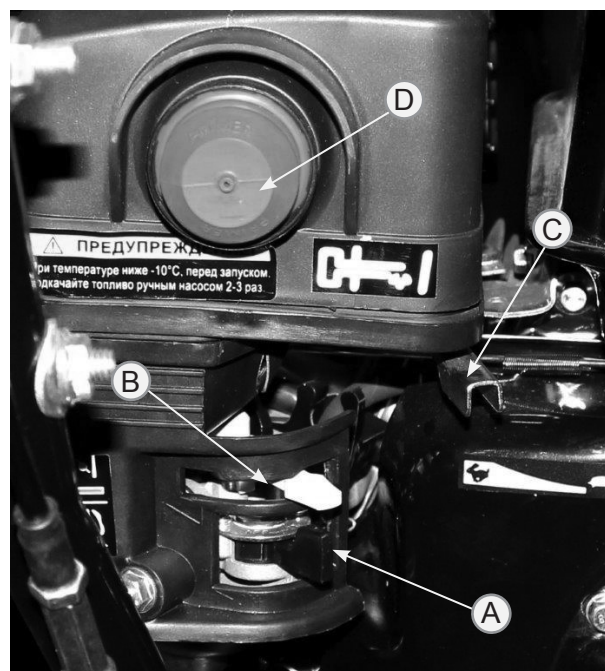

Рис.8
1. Откройте топливный кран (А) Рис.8, переместив рычаг топливного крана в крайнее правое положение.
4. Нажмите на праймер подкачки топлива (D) три раза. При запуске теплого двигателя праймер нажимать не надо.